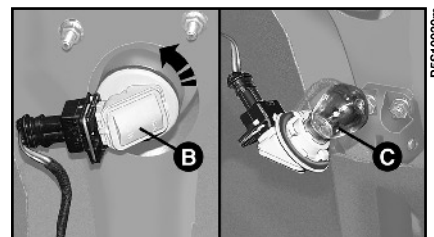

fig. 22
- 3) Ruotare di circa 1/4 di giro in senso antiorario il portalampana **B**-fig. 22.